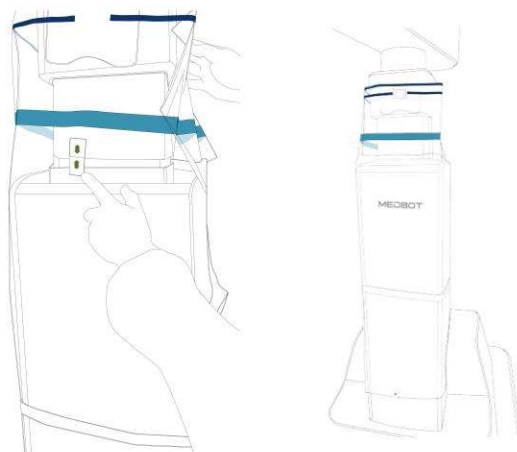

Рисунок 2.16. Установка простыни накидки стерильной для колонны
① **Примечание:** Не затягивайте слишком сильно, так как в процессе подъема колонны накидка может соскочить, как показано на рис. 2.16.